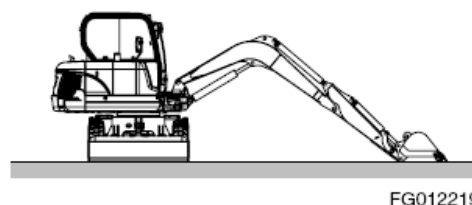

Figura 92
1. Coloque la máquina sobre una superficie firme y nivelada. Coloque la estructura superior oscilante perpendicularmente (90°) con respecto a las orugas. Haga descender el brazo de grúa y coloque la cuchara en el suelo, tal y como se ilustra en la Figura 92.